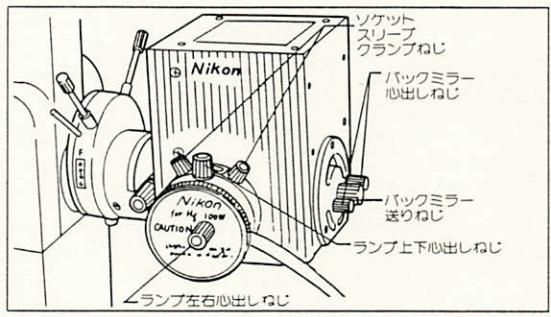
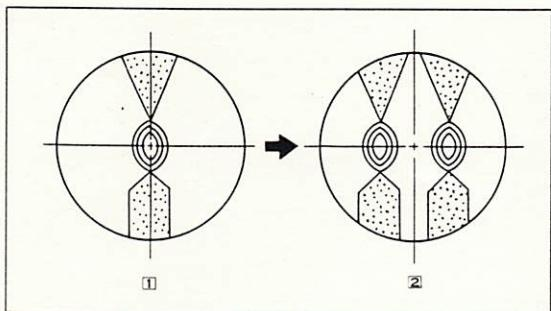

図18
図19
- 4) ソケットスリーブクランプねじを緩め、ランプ左右心出しねじと、上下心出しねじを回して(図18)、アーク像を心出し工具の十字線の中央部に持ってきます。(図19-①)
(図19-②)